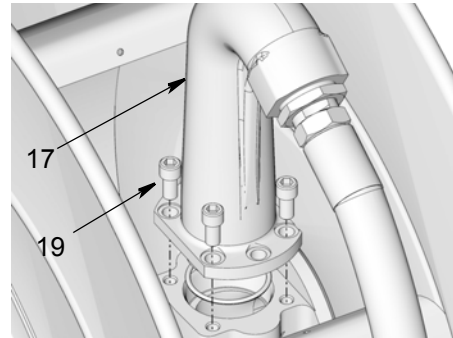

FIG. 36
6. Vuelva a instalar la salida (17) en la bobina. Vuelva a colocar los pernos y apriételes firmemente (19). Apriete los pernos a 32,54 a 40,67 N.m (24 a 30 pulg.-lb) (FIG. 36).